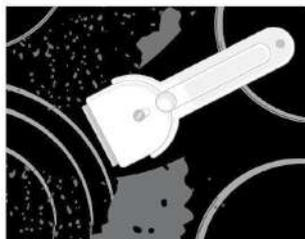
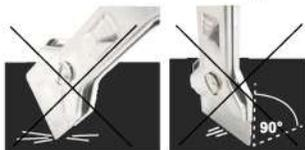

рис. 4
рис. 5
■ **Сахар и сладкие блюда** могут сильно повредить стеклокерамическую поверхность (рис. 5), поэтому во избежание повреждения поверхности немедленно удаляйте их с помощью скребка, даже если варочная поверхность еще не остыла (рис. 4).
Данное устройство должно быть встроено в столешницу, как это показано на рисунке (Рис. 1). Нанесите герметизатор (Рис. 4) по всему периметру (размер резки указан на Рис. 1). Зафиксируйте прибор на столешнице при помощи 4 кронштейнов, учитывая толщину столешницы (Рис. 2). Если нижняя часть прибора после установки доступна из нижней части шкафа, необходимо установить разделительную панель, соблюдая указанные расстояния (Рис. 3); данная процедура не нужна, если под варочной поверхностью будет установлена печь.